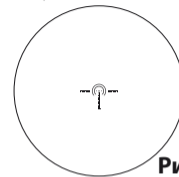
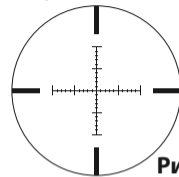
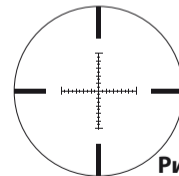

Рис. 3-4
Рис. 3-5
Рис. 3-6
- Посмотрите в окуляр так, чтобы глаз находился на расстоянии примерно 10 см (4 дюйма) от линзы окуляра, и была видна визирная сетка SPEEDFORCE (Рис. 3-4), визирная сетка X-MOA (Рис. 3-5) или визирная сетка X-MRAD (Рис. 3-6). Глаз должен смотреть по центру окуляра и с правильным выносом выходного зрачка, иначе изображение будет выглядеть «затемненным».